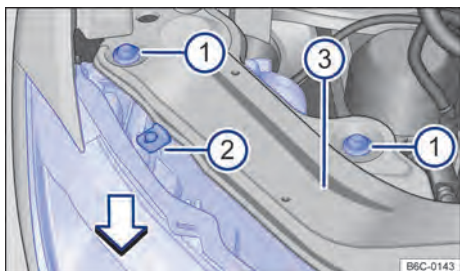

Fig. 166 No compartimento do motor: parafusos de fixação do farol dianteiro.
- Remover os parafusos de fixação → Fig. 166 ① com o auxílio de uma chave torx.
- Mover o farol para frente, no sentido da seta → Fig. 166, até que os dois cliques da parte inferior desencaixem e possibilite a remoção do farol.
- Desencaixar o conector de alimentação, para remover totalmente o farol → ①.
- Recolocar o farol cuidadosamente até que os dois cliques inferiores encaixem e o batente superior → Fig. 166 ② encoste no suporte do farol ③.
- Recolocar os parafusos de fixação ① na carcaça do farol.
- Pressionar o farol contra o batente central superior ② e apertar os parafusos ① com a chave torx.